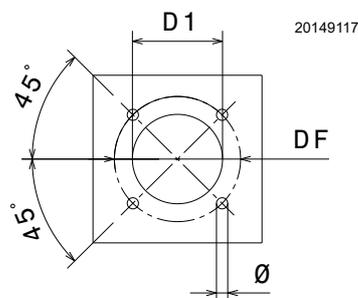

Fig. 13
Percer la plaque de fermeture de la chambre de combustion comme indiqué dans la Fig. 13. La position des trous filetés peut être tracée en utilisant l'écran isolant fourni avec le brûleur.
- Introduire le brûleur entier sur le trou de la chaudière, réalisé auparavant (Fig. 13 à la page 20), et fixer avec les vis fournies en dotation.